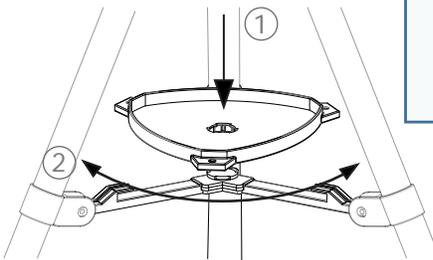

Fig. 1.1a
2. Bringen Sie die Zubehörablage wie in Abb. 1.1a gezeigt am Stativ an.
Richten Sie die Zubehörablage aus und drücken Sie sie nach unten, während Sie sich an den unteren Stützen. Abb. 1.1a